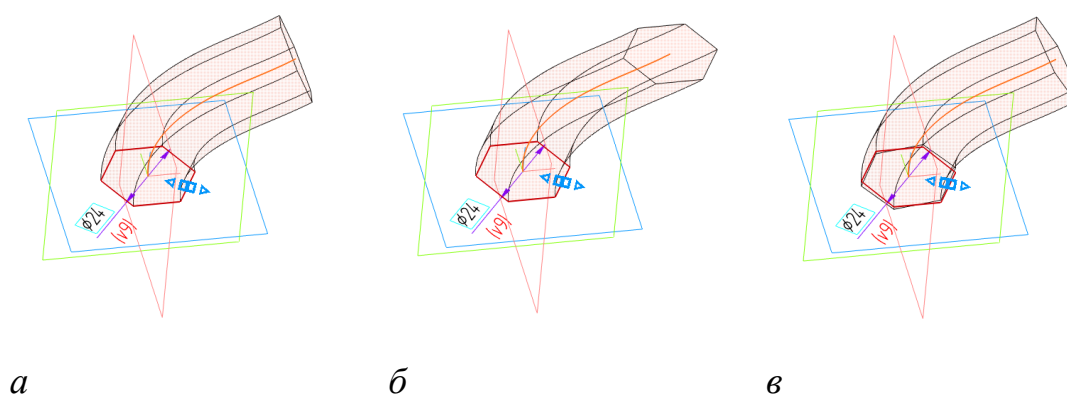

Рис. 12 Способы движения сечения по траектории: а – с сохранением угла наклона, б – параллельно плоскости сечения, в – перпендикулярно траектории
По траектории – перемещение одного или нескольких эскизных контуров вдоль выбранной траектории для создания элемента или тела (рис. 12).
Способ движения сечения по траектории (см. рис. 12):
– сечение перемещается с сохранением угла наклона между плоскостью сечения и траекторией (см. рис. 12, а);
– сечение перемещается параллельно самому себе (см. рис. 12 б);
– сечение перемещается перпендикулярно траектории (см. рис. 12, в).